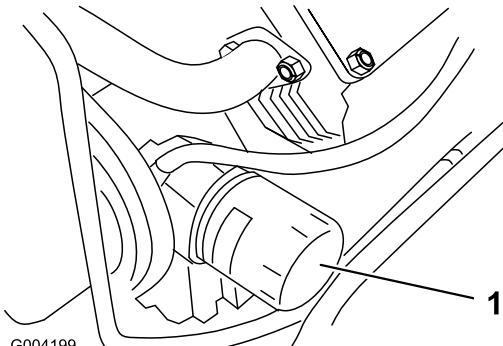

Figura 35
- Retire el filtro usado (Figura 35) y limpie con un paño la superficie de la junta del adaptador del filtro.